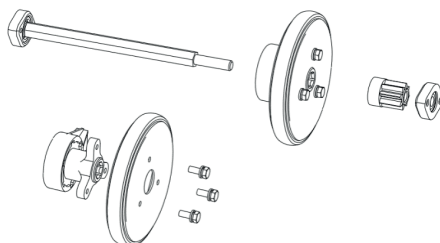

Рис. 38
5. Открутите три винта, которыми крепятся боковые пластины фрикционного колеса, замените только резиновое кольцо. См. рисунок 38.